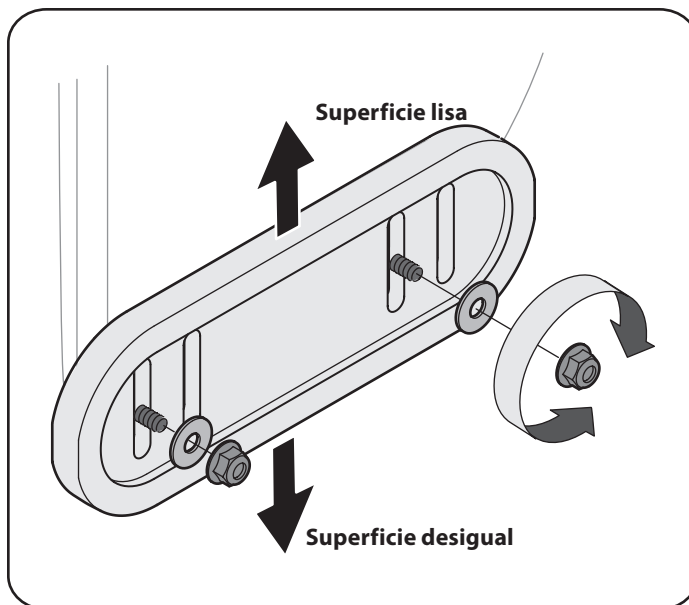

Figura 14
1. Afloje las cuatros tuercas hexagonales (dos en cada lado) y los pernos del carro. Mueva las zapatas antideslizantes a la posición deseada. Vea la figura 14.